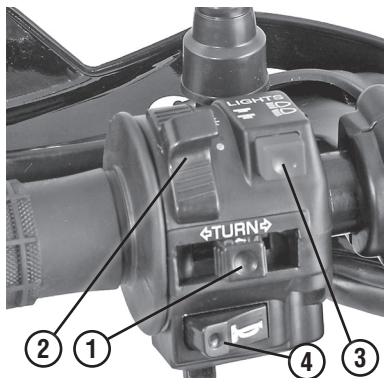

Рис. 5. Блок переключателей на руле левый
**Переключатель указателей поворотов** (рис. 5, поз. 1). Переключатель указателей поворотов используется для включения и выключения указателей поворотов. Для включения указателей сдвиньте рычажок вправо или влево от среднего положения и отпустите его. При этом начнут мигать указатели поворотов и лампа-индикатор на панели приборов, а рычажок вернется в среднее положение. Для прекращения работы указателей поворотов нажмите на рычажок, не перемещая его из среднего положения.
Выключатель световых приборов (рис. 5, поз. 2) имеет два фиксированных положения:
Переключатель света фары (рис. 5, поз. 3) имеет 2 фиксированных положения:
**Кнопка звукового сигнала** (рис. 5, поз. 4). В случае необходимости подачи звукового сигнала нажмите на кнопку.